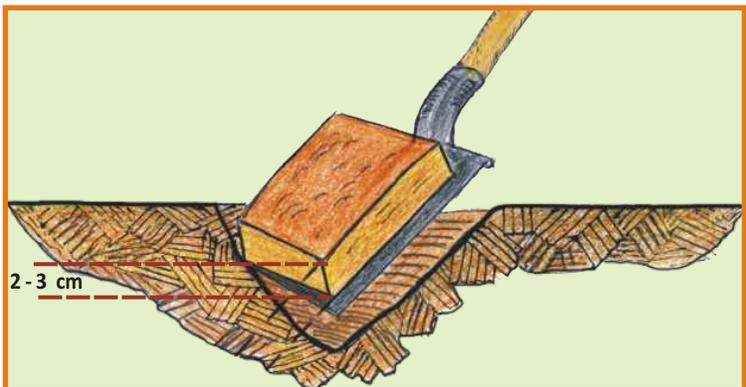

Figura 5. Hoyo con lampa y ancho de tajada de suelo
3. Extraer de uno de los lados del hoyo, una tajada de suelo de 2-3 cm de grosor, tratando de mantener intacta esta porción (0 a 15 centímetros). Ver figura 5.